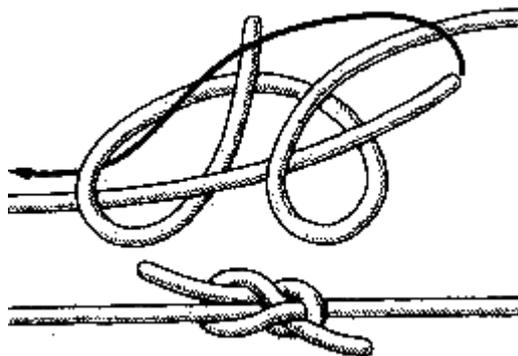

Рис. 36. Разносторонний узел
**Разносторонний узел** (рис. 36). Этот узел сродни ткацкому по своему принципу. Разница лишь в том, что в завязанном узле ходовые концы смотрят в разные стороны – это очень важно при связывании нитей пряжи. Ни по простоте, ни по прочности он не уступает ткацкому узлу и так же быстро завязывается. Этот узел известен также тем, что на его основе можно завязать “король узлов” – беседочный узел (см. рис. 36).